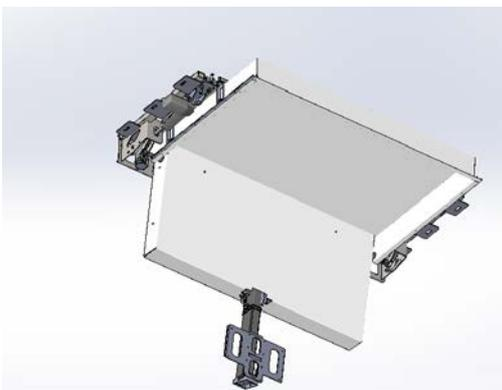
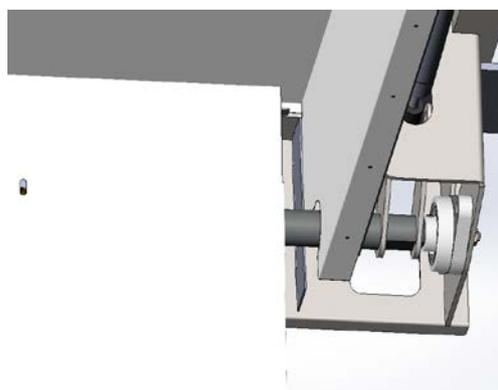

Рис.8.
Рис.9.
5. Установить внутренний декоративный короб как показано на рисунках Рис.8. , Рис.9.